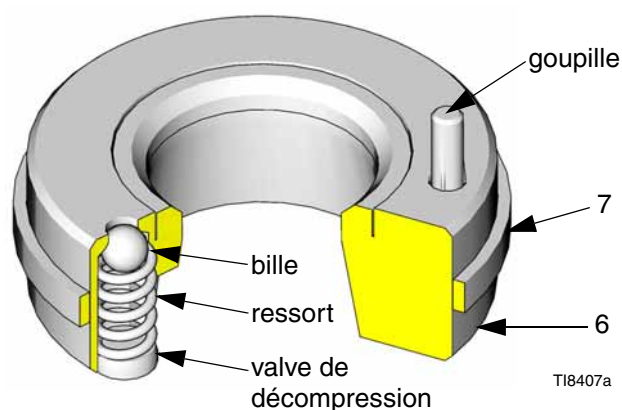
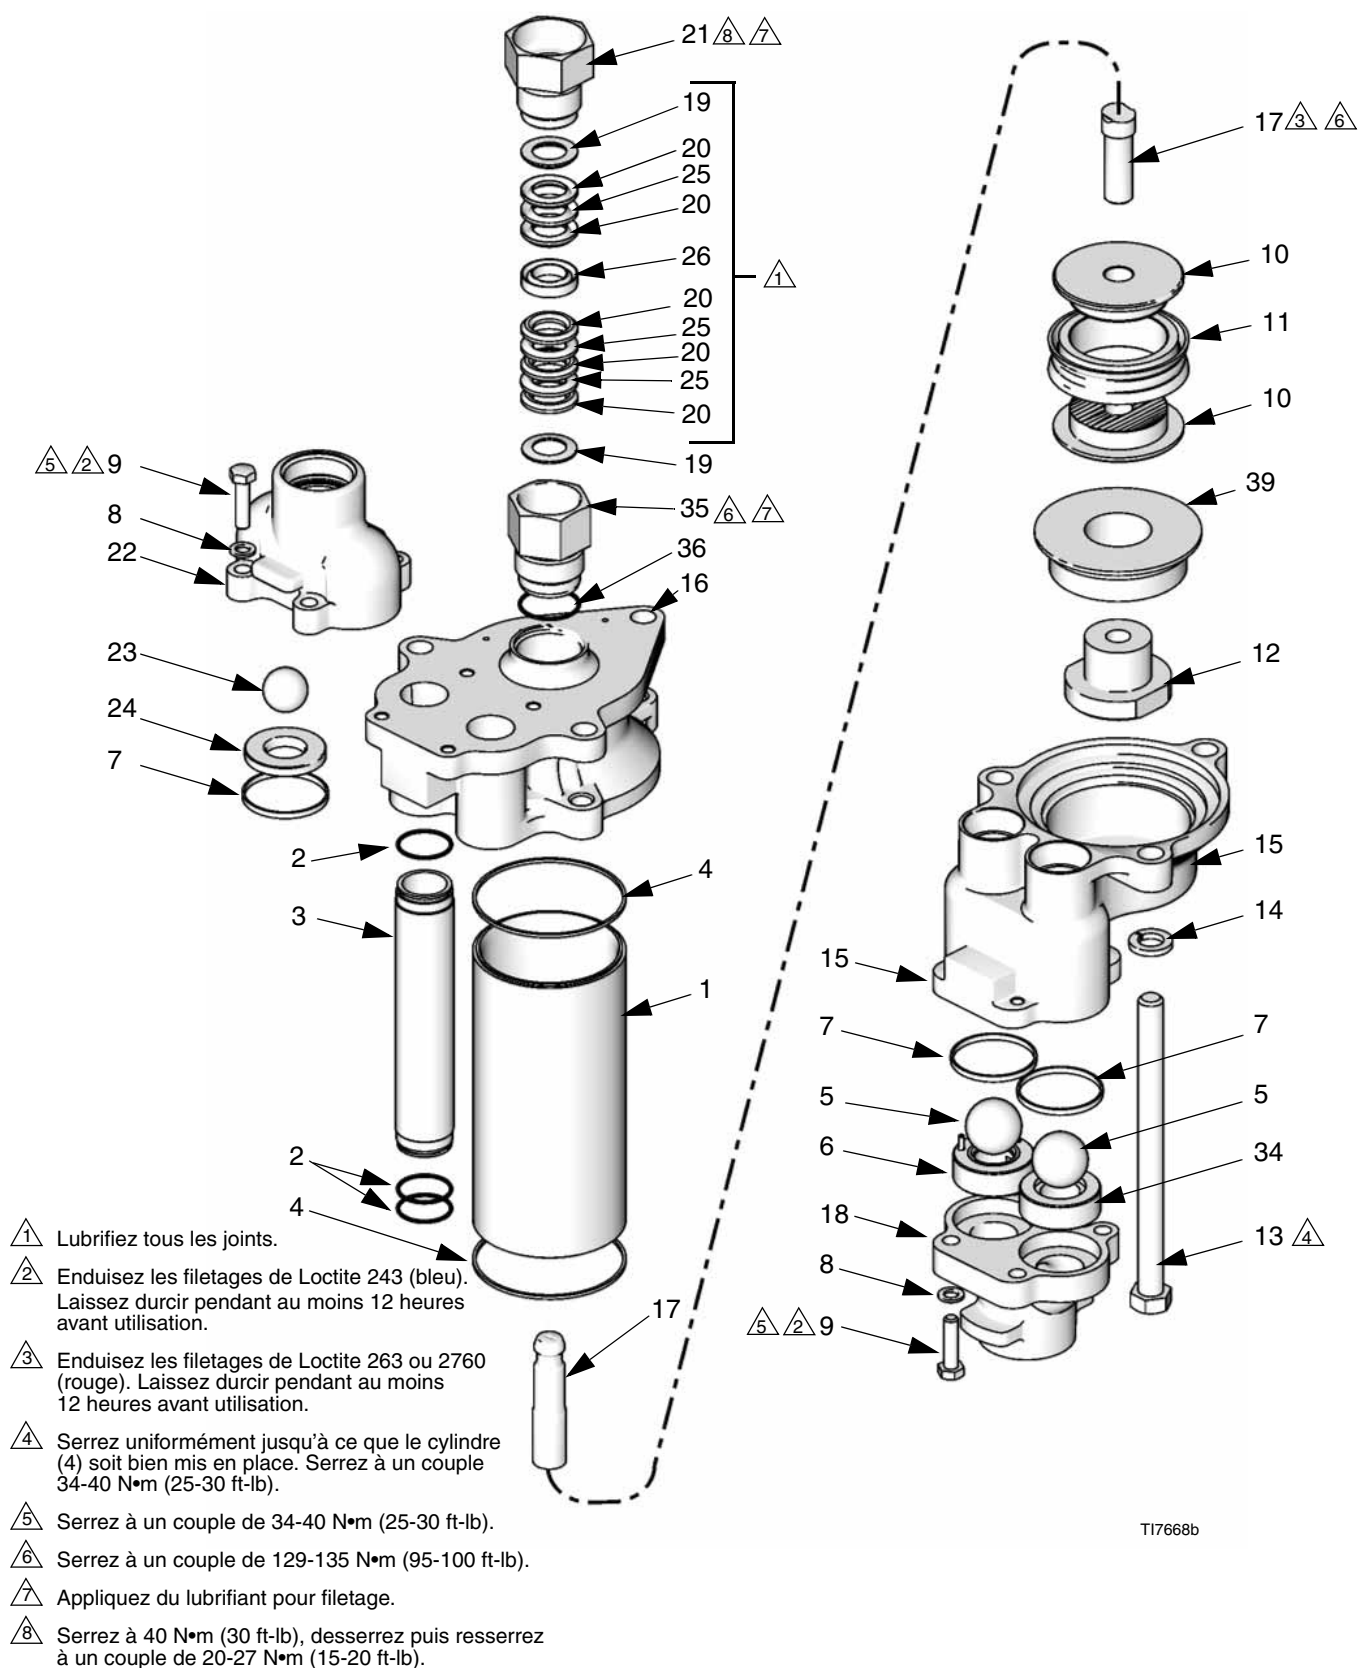

FIG. 4
FIG. 7
1. Dissociez la pompe du moteur comme indiqué à la page 6. Consultez également la FIG. 7.
2. Fixez le collecteur d'entrée (18) dans un étau.
3. Desserrez l'écrou de joint (21) et la cartouche (35) sans les enlever. Consultez la FIG. 7.
4. Retirez les quatre vis à tête (9) et les rondelles (8) du pourtour du collecteur de sortie (22).
5. Retirez le collecteur de sortie (22), les billes (23), les sièges (24) et les joints (7).
6. Enlevez les trois boulons cylindriques (13) et les rondelles-freins (14). Soulevez le boîtier de sortie (16) ainsi que les tubes à produit (3), le cylindre (1) et l'ensemble de pistons (17, 10, 11, 12, 39).
7. Retirez la cartouche du presse-étoupe (35) et le joint torique (36).
9. Sortez les tubes (3) et le cylindre (1) du boîtier de sortie (15). Sortez l'ensemble de piston du cylindre.
10. Retirez le collecteur d'entrée (18) de l'étau.
11. Retirez les quatre vis à tête (9) et les rondelles (8) du collecteur d'entrée (18). Utilisez un tournevis à tête plate et introduisez-le entre le boîtier d'entrée (15) et le boîtier de sortie (18) pour les séparer.
Un siège d'admission (6) comprend une vanne de décompression (V). Ce siège doit être situé exactement à l'endroit indiqué (côté gauche comme indiqué dans la FIG. 7). Utilisez le texte inséré dans le boîtier d'entrée pour vous guider.
12. Enlevez les billes (5), les sièges d'admission (6 et 34) et les joints (7).
13. Inspectez la vanne de décompression du siège (6) afin de vous assurer qu'elle n'est pas bouchée. Appuyez sur la bille de la vanne pour voir si la bille et le ressort bougent librement. Consultez la FIG. 4.